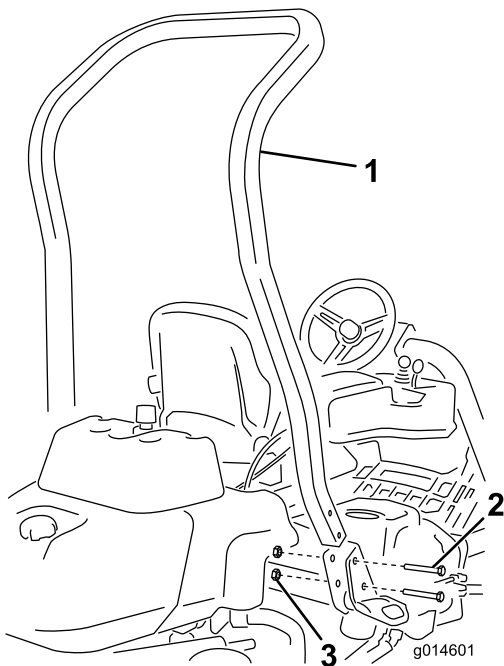

图3
3. 使用 4 个螺栓 $\frac{1}{2} \times 3\frac{3}{4}$ 英寸 和 4 个凸缘螺母 $\frac{1}{2}$ 英寸 将翻车保护杆安装到机器两侧的卡槽中 图3。